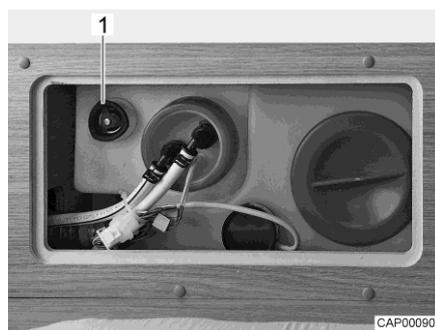

Fig. 70 Serbatoio dell'acqua con maniglia girevole
- Sul serbatoio dell'acqua ruotare la maniglia girevole (Fig. 70,1) in senso antiorario, oltre la resistenza verso l'esterno fino all'arresto, per aprire completamente l'apertura di scarico.